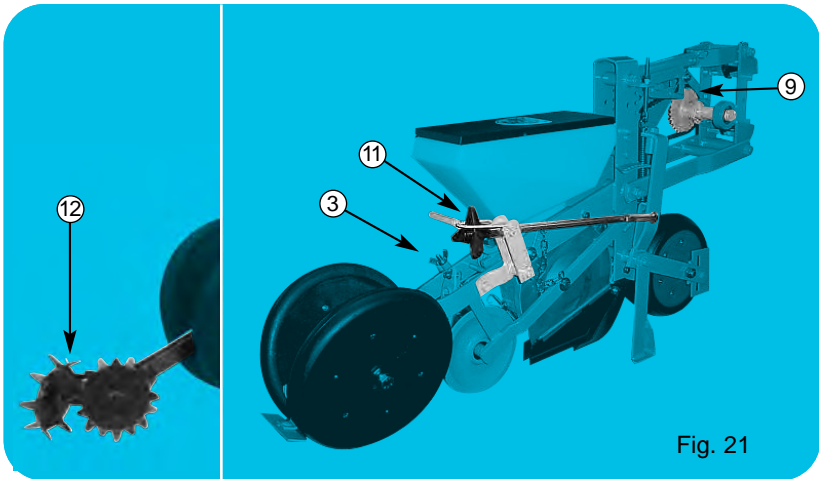

Fig. 21
- Fig. 21 : ⑩ Mise en terre balancier avec bielle agissant à la fois sur les roues, avant et arrière. Cet équipement s'adapte directement sur les éléments standards après avoir supprimé le levier ①.
- ⑪ Rotoherse réglable en hauteur par vis.
- Fig. 21 : ⑩ Tandemführung mit vorderen und hinteren Andruckrollen Diese Sonderausrüstung kann direkt an die Standardausführung montiert werden, wenn Sie den Hebel ① abschrauben.
- ⑪ Höhenregulierung der Krümmler mit einer Schraube.
- Fig. 21 : ⑩ Floating method of planting, acting on front and rear wheels. This equipment can be directly mounted on the standard units after having removed the lever ①.
- ⑪ Adjustment to the height of the crumblers by screw.